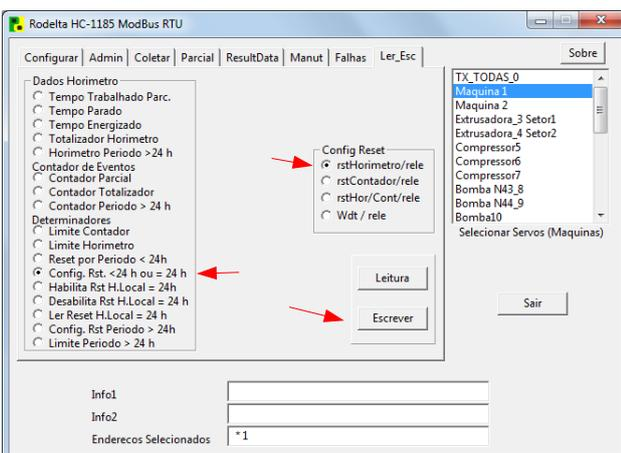

Figura 4
Passo 5: Na aba “Ler_Esc” selecione “Config.Rst.<24h/=24h”. A seguir selecione “rst Horímetro/Rele” no grupo “Config. Reset” para esta configuração atuar pelo horímetro (figura 4).